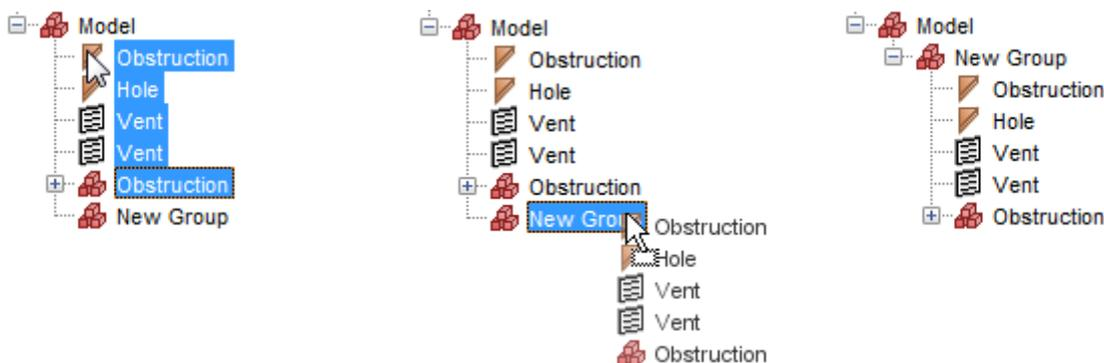
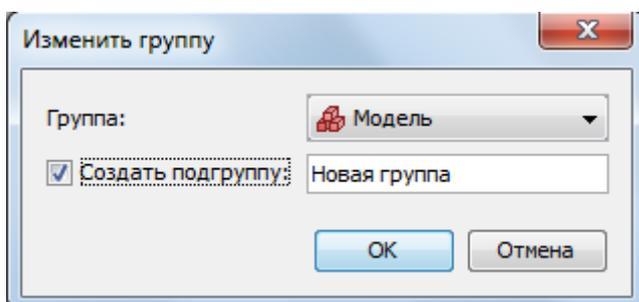

Рисунок 8-12 Перетаскивание объектов в новую группу в дереве объектов
Рисунок 8-13 Окно изменения группы
- Для существующих объектов – в дереве выберите объекты и перетащите их в нужную группу, как показано на рисунке Рисунок 8-12. либо кликните по ним правой кнопкой мыши и выберите в контекстном меню «**Изменить группу...**». В окне «**Изменить группу**» (Рисунок 8-13) выберите нужную группу. Если необходимо переместить объекты в еще не существующую группу, выберите «**Создать подгруппу**» и задайте название. Если вы так сделаете, новая группа будет создана под указанной существующей группой, и выбранные объекты будут перемещены в нее.